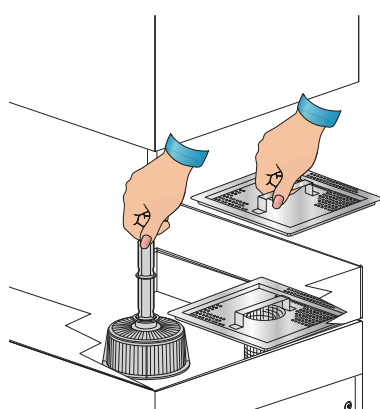

fig. 9
- Controllare che il filtro aspirazione pompa sia ben alloggiato nella propria sede sul fondo della vasca (vedi fig. 9).
- Inserire il tubo di troppopieno nell'apposita sede all'interno del filtro aspirazione pompa (vedi fig. 9).
- Inserire, se presenti, i filtri di superficie (vedi fig. 9).